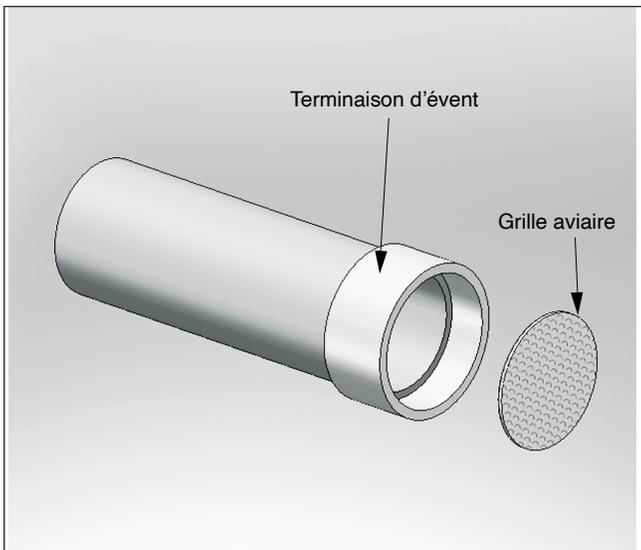
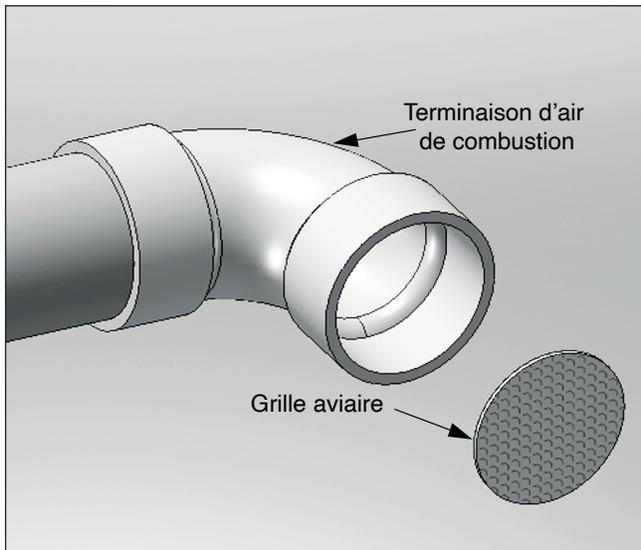

Fig. 9 - Installation de grille aviaire sur tuyauterie d'évent murale
Fig. 10 - Installation de grille aviaire sur tuyauterie d'air de combustion murale
1. Les terminaisons d'air de combustion et d'évent doivent inclure une grille aviaire fournie par l'usine et installée comme illustré aux **fig. 9 et Fig. 10 en page 18**.
1. Les terminaisons d'air de combustion et d'évent doivent inclure une grille aviaire fournie par l'usine et installée comme illustré à la *Fig. 3 en page 14* et à la *Fig. 10 en page 18*.